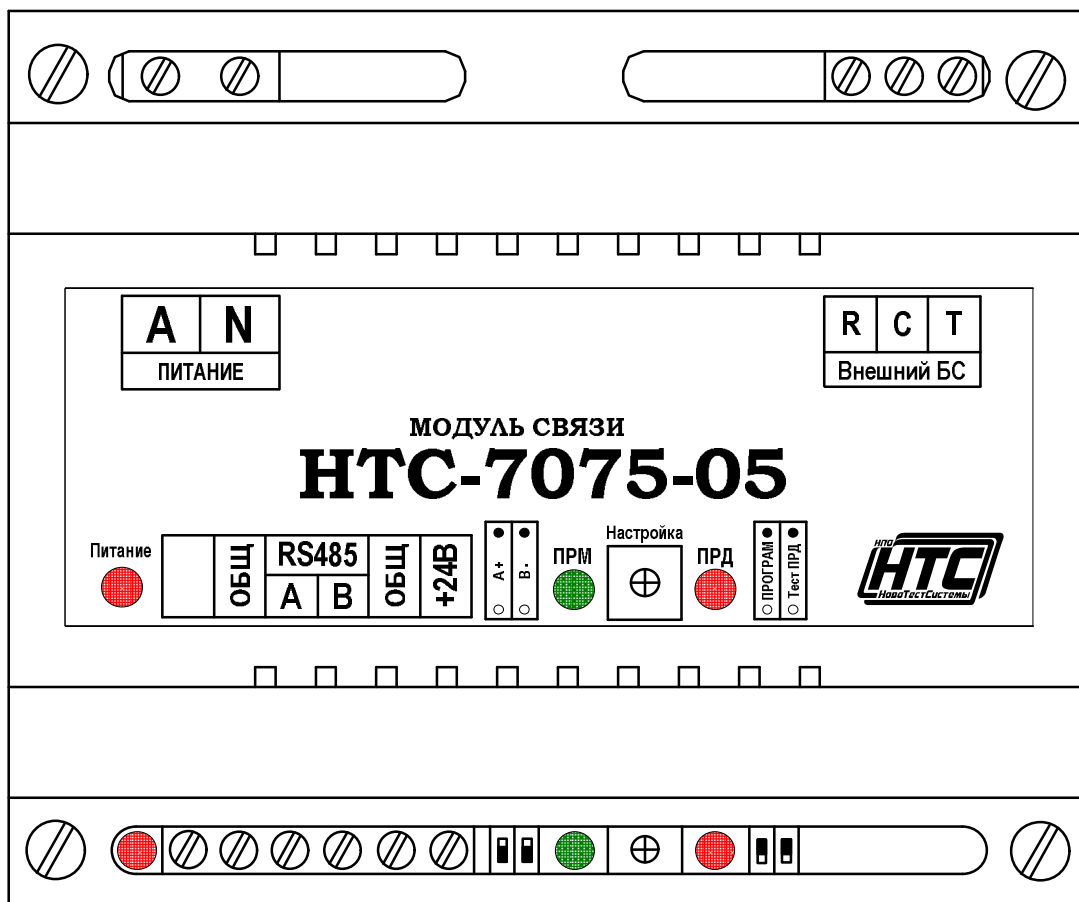

Рисунок 1. Внешний вид модуля связи НТС-7075-05.
1.5.1. Внешний вид модуля связи НТС-7075-04 приведен на рис. 1.